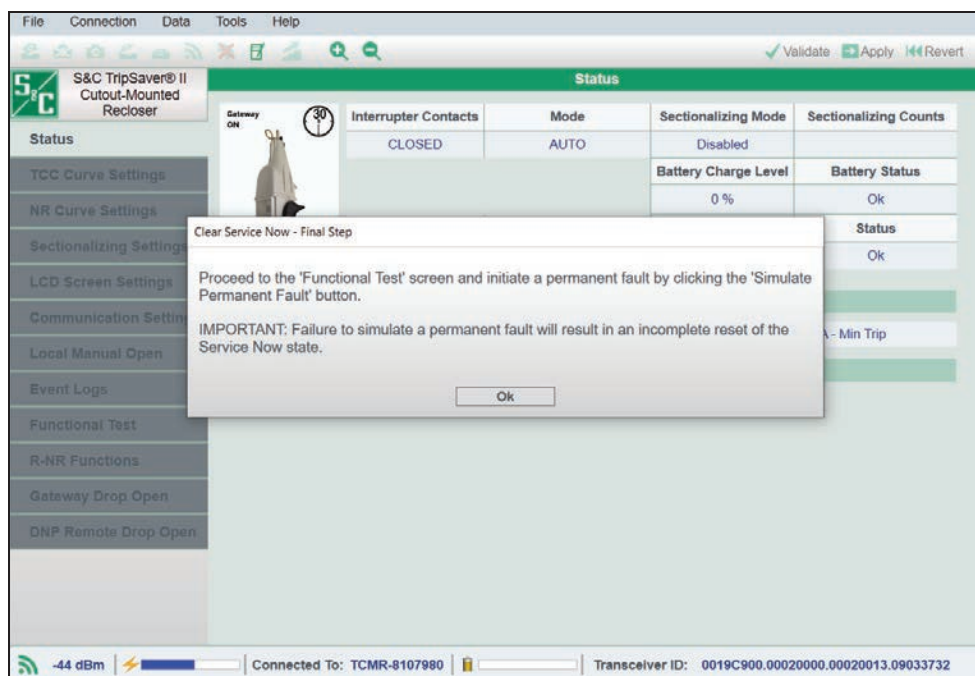

Figura 150. Caixa de diálogo de Remoção da Tela de Manutenção Imediata—Passo Final.
PASSO 7. A caixa de diálogo Clear Service Now–Final Step (Remoção da Tela de Manutenção Imediata–Passo Final) mostrada na Figura 150 exibida, com os dizeres: Vá para a tela “Functional Test” e inicie uma falta permanente clicando no botão “Simulate Permanent Fault”. **IMPORTANTE:** Falha na simulação de uma falta permanente resulta em rearme incompleto do estado de Manutenção Imediata”. Clique no botão **Ok**.